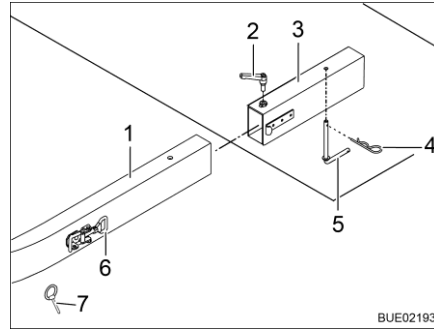

Bild 6 Befestigung am Fahrzeug
- Beide Längsträger (Bild 6,1) des Lastenträgers in die Aufnahmeelemente (Bild 6,3) am Fahrzeug schieben.
- Den Steckhebel (Bild 6,5) von unten durch die Bohrungen in Längsträger und Aufnahmeelement stecken und mit Federstecker (Bild 6,4) sichern.
- Spannverschluss (Bild 6,6) schließen und mit Sicherungssplint (Bild 6,7) sichern.
- Klemmhebel (Bild 6,2) festziehen.